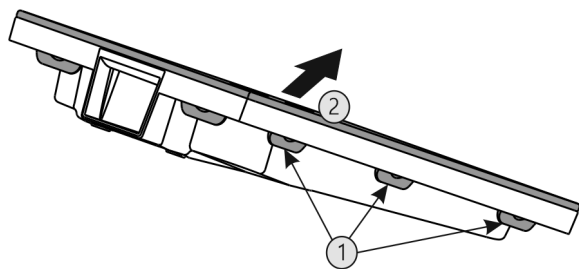

Fig. 44
- ▶ Stlačte za sebou všechny západky Fig. 44 (1) a sejměte kryt Fig. 44 (2).